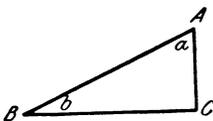

Fig. 17.
a) Fig. 17 stellt ein rechtwinkliges Dreieck dar. Genannt wird es so nach dem rechten Winkel, den die beiden Seiten AC und BC einschließen. Diese Seiten nennt man Katheten. Die dem rechten Winkel gegenüberliegende Seite AB heißt Hypotenuse. Da die Katheten einen rechten Winkel einschließen, so steht eine auf der anderen senkrecht, oder die eine ist eine Höhe auf der anderen. In Fig. 17 ist also Kathete AC eine Höhe auf Kathete BC . Das Verhältnis beider Katheten $\frac{AC}{BC}$ ist demnach auch tang des $\angle b$ (siehe 5b dieses Paragraphen).